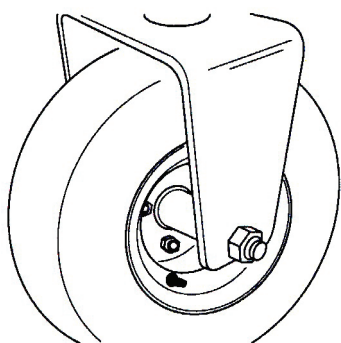

図5
4. ボルトの頭のL字状の部分をキャスト・フォークに引っ掛ける。ロックナットを取り付けて締め付け、車輪をキャスト・フォークに固定する(図5)。